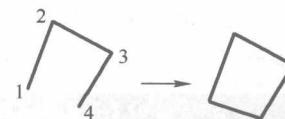

图 1-6 选择【闭合】的结果
② 选择【闭合】将封闭线段或输入 C,结果如图 1-6 所示。